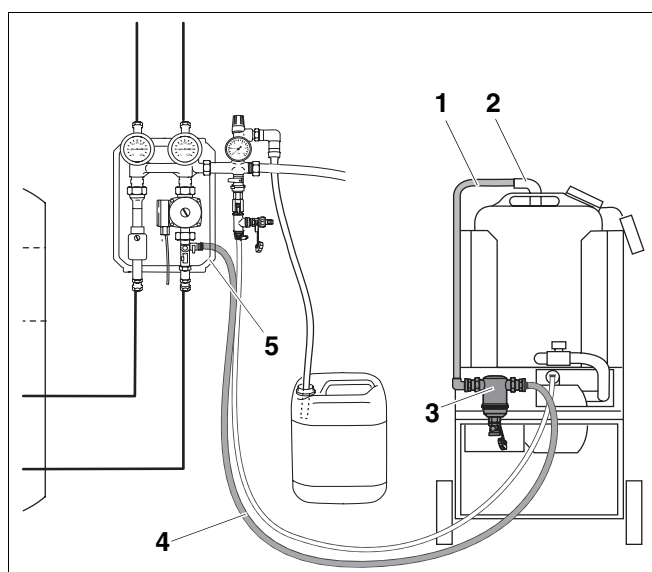

Abb. 6 Schläuche montieren
- ▶ Montieren Sie den beiliegenden Schlauch (Abb. 6, **Pos. 1**) zwischen Schmutzabscheider (Abb. 6, **Pos. 3**) und dem oberen Behälteranschluss (Abb. 6, **Pos. 2**).
- ▶ Montieren Sie den Rücklaufschlauch (Abb. 6, **Pos. 4**) zwischen Schmutzabscheider (Abb. 6, **Pos. 3**) und dem Durchflussmengeneinsteller (Abb. 6, **Pos. 5**) der Solarstation.